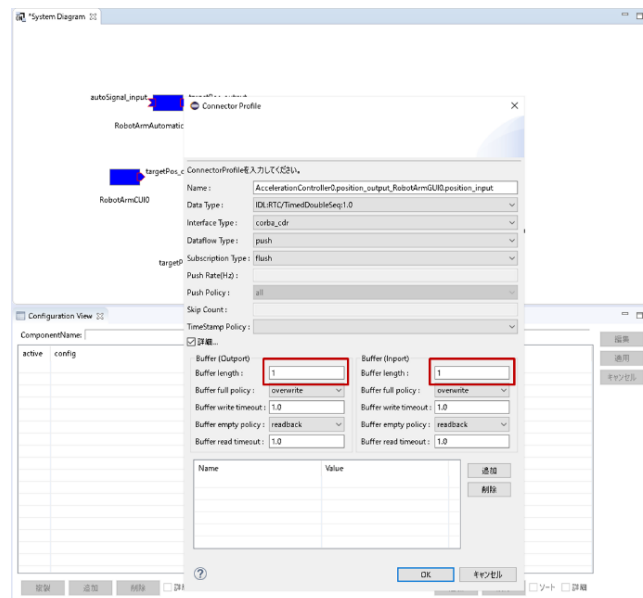

図 31 Buffer length の設定
**A.** RTSystemEditor で「RobotArmGUI」と「AccelerationController」コンポーネントを接続する際に、表示されたダイアログの「詳細」にチェックマークを入れ、「Buffer length」を 1 に設定してから OK を選択してください (図 31)。計 4 箇所指定します。